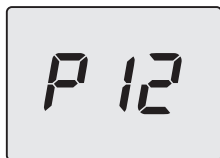

Рисунок 5.45
- Нажмите на 1 сек. кнопку 14 (Рисунок 5.41) для входа в выбранный параметр. На дисплее отображается следующее изображение (Рисунок 5.45).